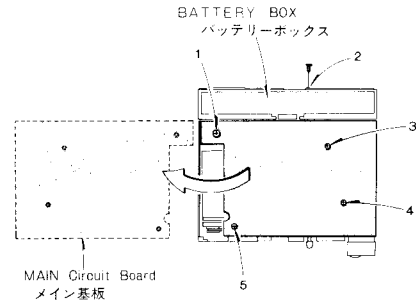

Fig. 3
- 2) ワイヤーを緩めメイン基板を裏返しにする。(Fig. 3 参照)
- 2) Loosen the wires and turn the main circuit board over. (See figure 3)